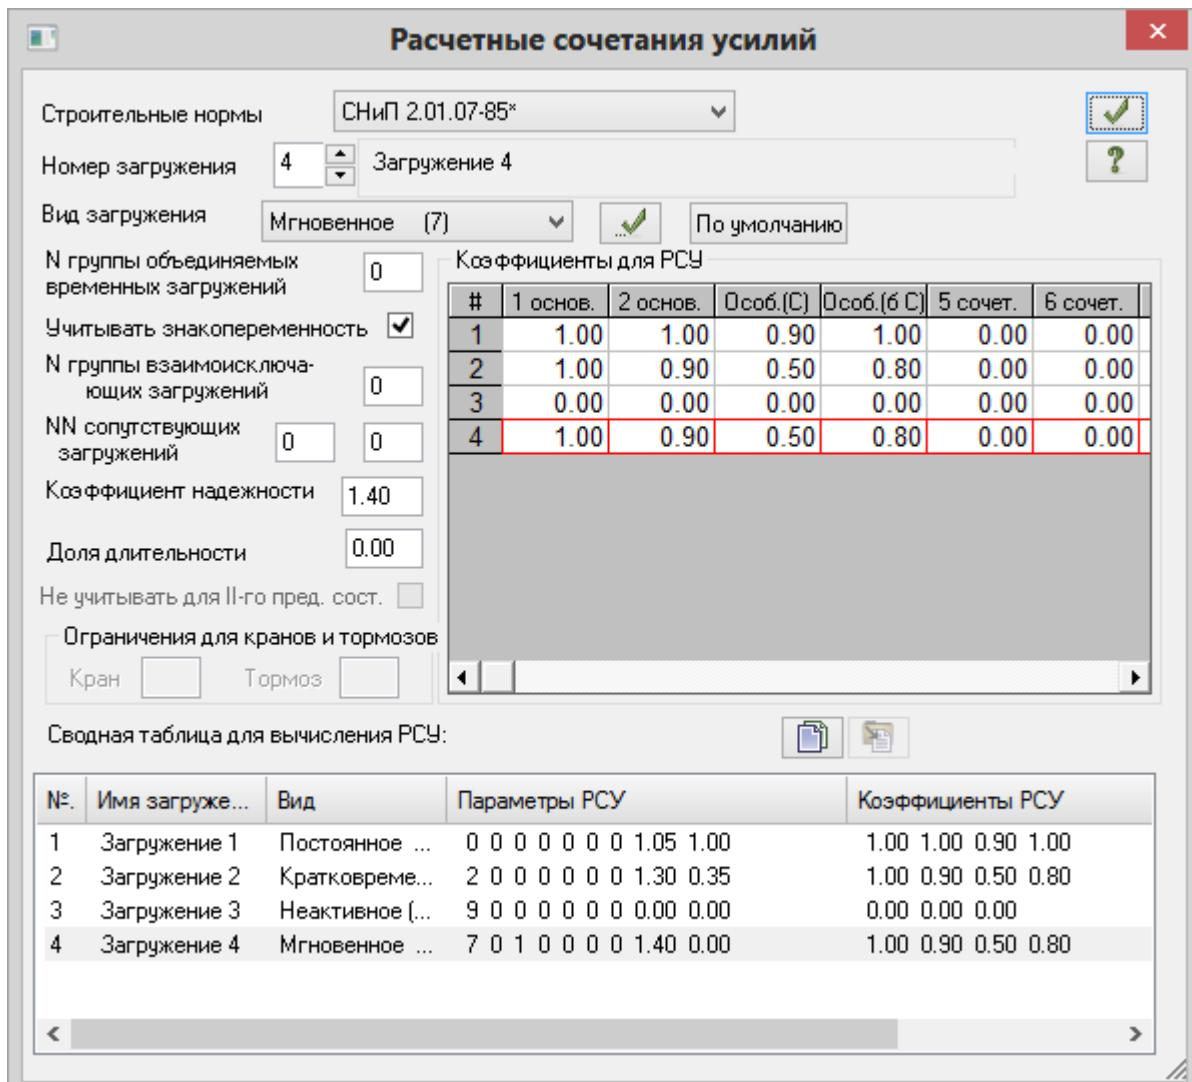

Рис.5.26. Диалоговое окно Расчетные сочетания усилий
- Щелчком по кнопке – **Таблица РСУ** (панель РСУ на вкладке Расчет) вызовите диалоговое окно **Расчетные сочетания усилий** (рис.5.26).